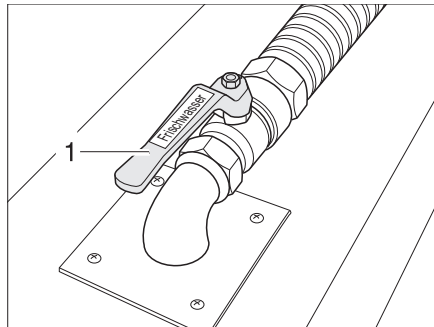

Fig. 226 Llave de desagüe en el doble fondo
La llave de desagüe (Fig. 226,1) está colocada en el doble fondo. La llave de desagüe está identificada con el rótulo "Frischwasser" (agua potable).
- Abrir la llave de desagüe (Fig. 226,1). Se vacía el agua.